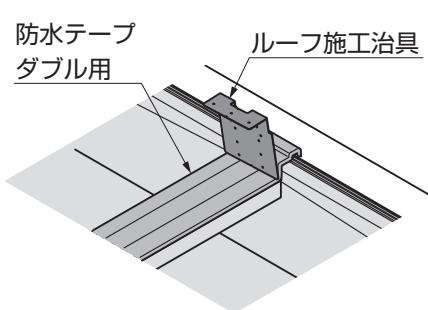
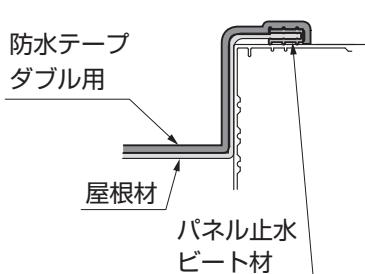

図9-13 A部詳細図
図9-14 A部詳細図
②防水テープ ダブル用を図9-13、図9-14を参考に棟木、屋根材、フレーム、中間フレームに貼付けてください。
- 防水テープ ダブル用は3次元形状に延ばして貼付けます。ルーフ施工治具等角が丸い物で角までしっかりと押えてください。とがった物で押し付けると穴が空く場合があります。(図9-13参照)